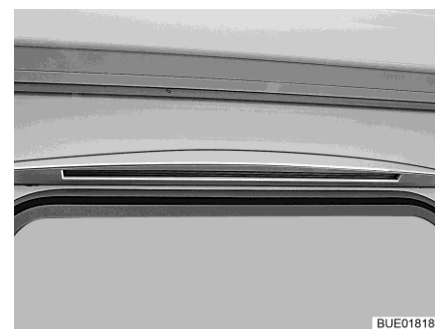

Fig. 72 Éclairage de l'auvent (pas en cas de store extérieur)
- Éclairage auvent (Fig. 72) (pas en cas de store extérieur)